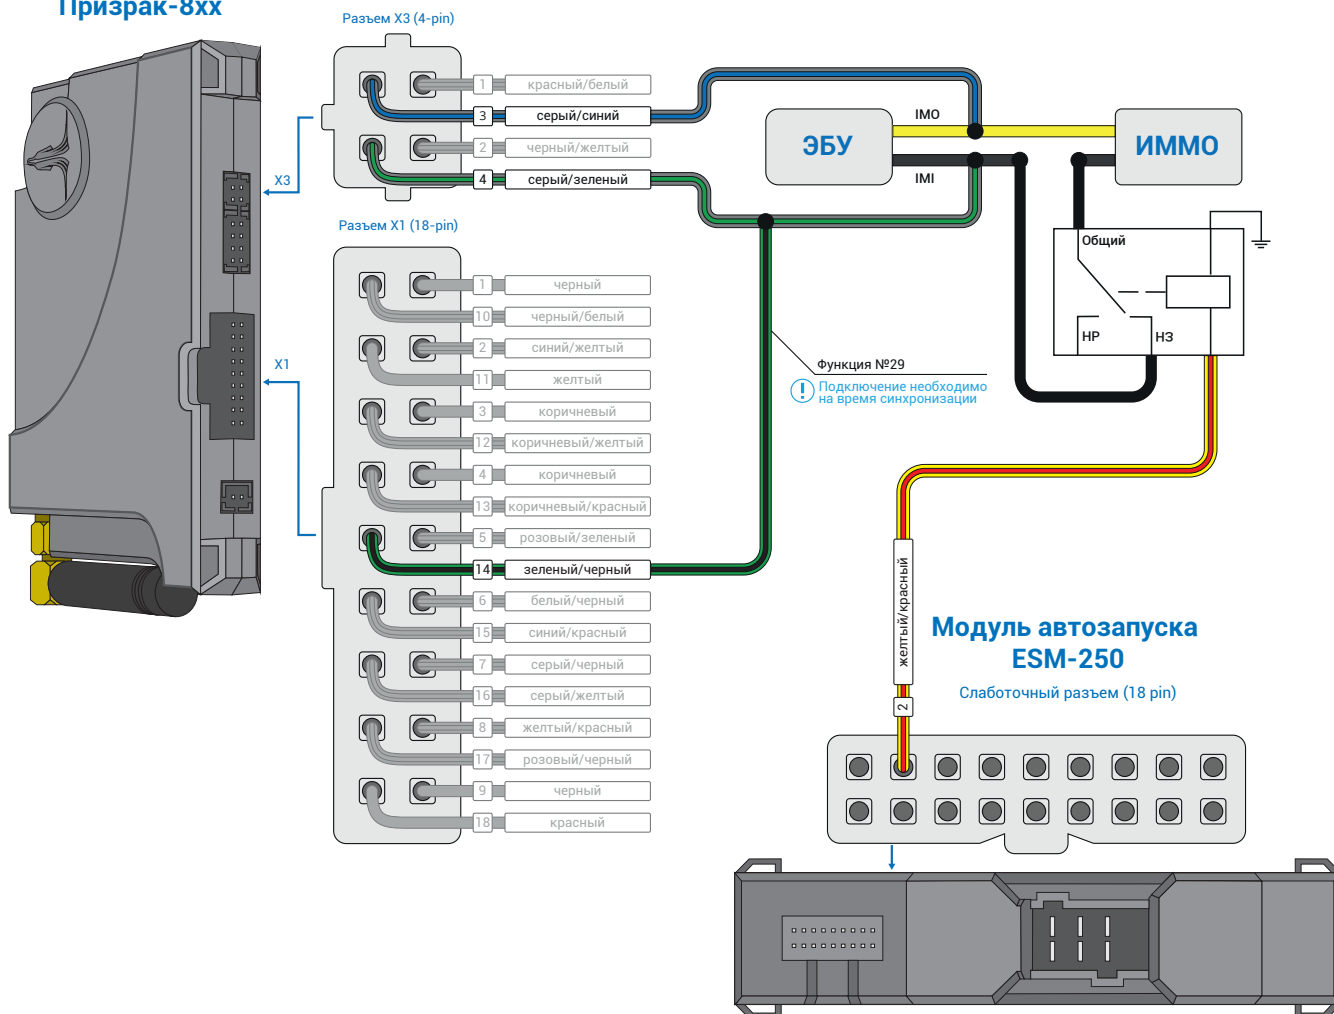
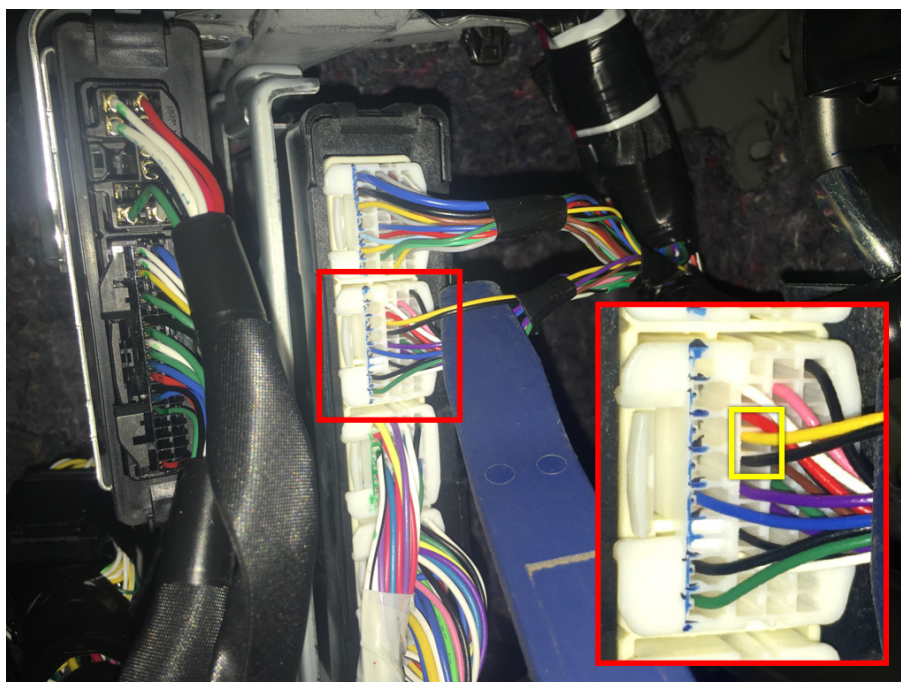

Рис.1 Призрак-8xx и ESM-250
Рис.2 Подключение ИМО, ИМІ (бензин)
2. Подключите серый/синий провод (контакт №3, разъем X3) к проводу IMO а/м, а серый/зеленый провод (контакт №4, разъем X3) к проводу IMI а/м. Назначьте функцию №29 на зеленый/черный провод (контакт №14, разъема X1) и подключите его на провод IMI а/м (см. рис.1). Подключение в а/м можно осуществить за перчаточным ящиком у блока ЭБУ (см. рис. 2, 3).